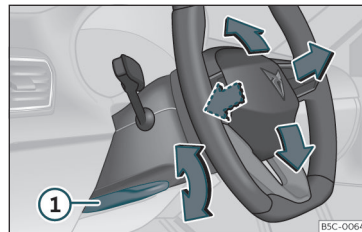

Fig. 4 Leva nella parte inferiore del lato sinistro del piantone dello sterzo.
- Tirare la leva >>> **fig. 4** ① verso il basso, muovere il volante verso la posizione desiderata e risollevarla la leva fino al punto di chiusura.
- Dopo aver regolato il piantone dello sterzo, spingere fermamente la leva»» fig. 4 ① verso l'alto affinché il volante non cambi posizione accidentalmente durante la marcia.